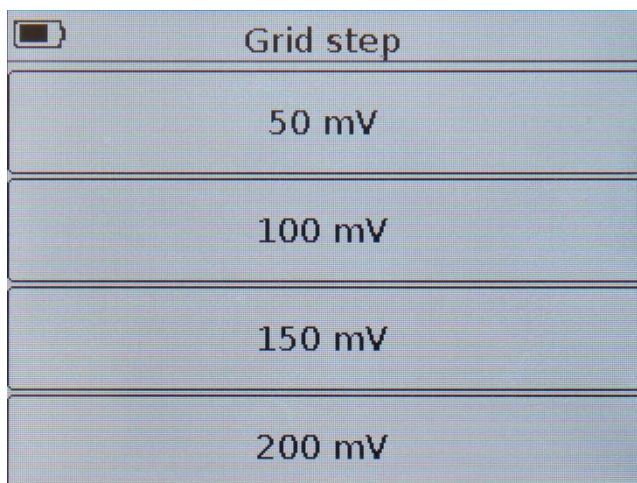

Рисунок 10.5 – Выбор шага вертикальной сетки в mV
- Войдите в меню **Plots** (Рисунок 9.6) и нажмите на поле с названием графика. На экране прибора появится меню выбора шага вертикальной сетки в милливольтх (mV), рисунок 10.5.
- Для перехода из режима просмотра графика **Mag** в меню изменения шага вертикальной сетки (Рисунок 10.5) нажмите и удерживайте около двух секунд кнопку (14) «**PLOT**».